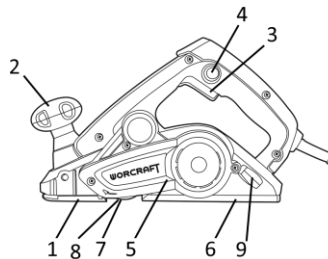

Рисунок 1
4.2 Стругання Для включення виробу спочатку натисніть кнопку блокування клавіші вимикача (4), а потім натисніть пускову клавішу 3 (рисунок 1). Для відключення виробу клавішу (3) слід відпустити. Щоб обробка була найбільш ефективною, рекомендується закріплювати заготівлю під невеликим кутом, а стругання виробляти зверху вниз. Для грубої обробки м'якої деревини дозволяється використовувати максимальне занурення ножового барабану (3 мм). У випадку, якщо необхідно одержати гладку, рівну поверхню, то глибину стругання рекомендується